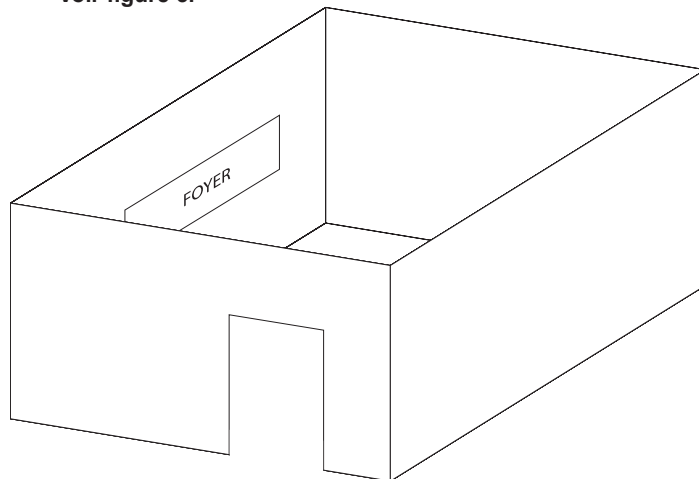

Figure 5
- Avec des parois sur tous les côtés, mais aucun couvert aérien. Voir figure 5.